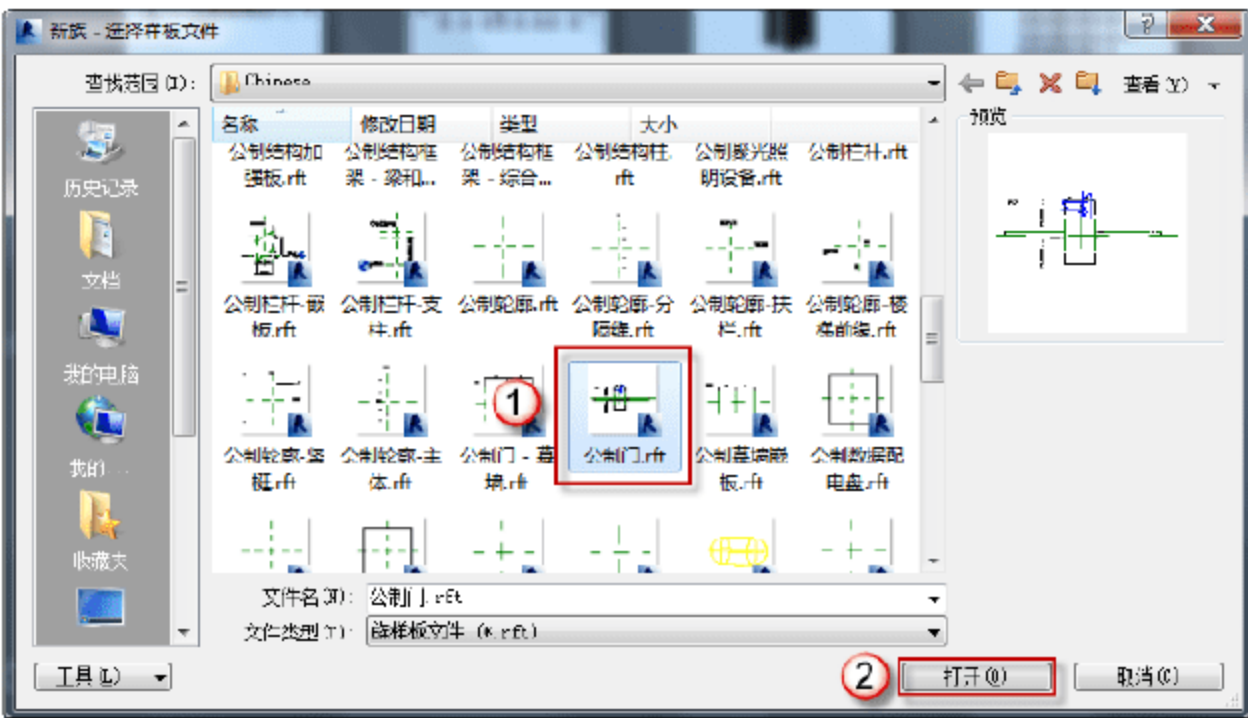

图 6.2.1 “新族-选择样板文件”对话框
(1) 选择“公制门.rft”族样板：选择“程序”→“新建”→“族”命令，在弹出的“新族-选择样板文件”对话框中选择“公制门.rft”文件，单击“打开”按钮，进入门族的设计界面，如图 6.2.1 所示。